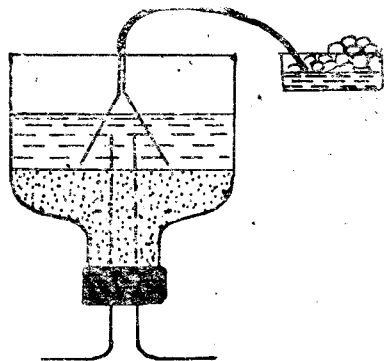

图18 爆鸣气
(1) 作为小钟罩的半截瓶子宜小而短，以能刚好盖住两电极，塞子下沿几乎接触电解液面为宜。这样，内部空气少，容易驱逐干净。如有现成的小漏斗，即可代替小钟罩(图18)。